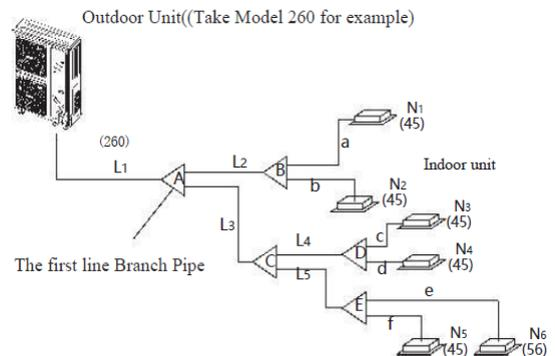

Fig.4-6
- Tube principal (Veuillez-vous référer aux Fig. 4-6 et Tableau 4-4). Dans la Fig.4-6, le tube principal L1, la capacité de l'unité extérieure est 26kW. Consultez la Fig.4-6 pour vérifier si la taille du tube de liquide/tube de gaz est $\Phi 22,2/\Phi 9,5$, et si la longueur équivalente totale des tubes côté gaz et côté liquide est > 90 m. Puis, consultez le Tableau 4-4 pour vérifier si la taille du tube de liquide/tube de gaz est $\Phi 25,4/\Phi 9,5$, et selon le principe de valeur maximale, il faudra appliquer $\Phi 25,4/\Phi 9,5$.